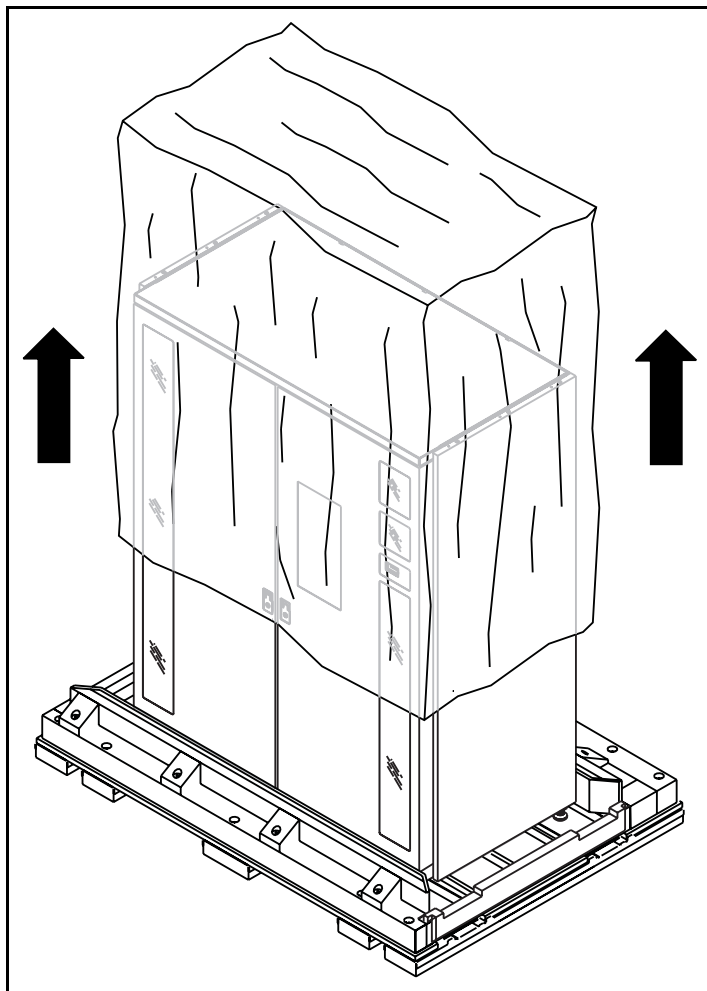

Figure 4-9. Retrait du sac de transport
1. Soulevez avec précaution le sac de transport pour le retirer de la librairie de sauvegarde sur cartouches (voir Figure 4-9).